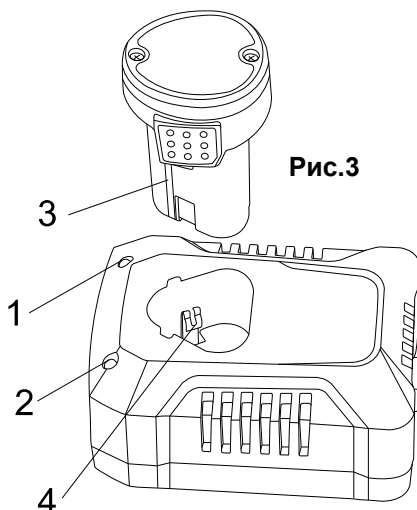

Рис.3
1. Включите зарядное устройство в сеть. Зеленый индикатор (2) загорится. (Рис.3)
2. Вставьте аккумулятор в зарядное устройство. Красный индикатор (1) загорится. Это означает, что аккумулятор начал заряжаться.
3. Когда батарея полностью заряжена, красный индикатор (1) погаснет, и загорится зеленый индикатор (2)